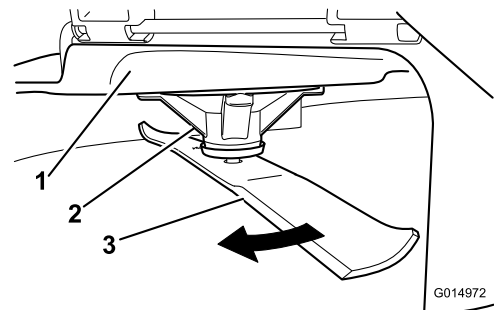

Figura 45
2. Llevando guantes fuertemente acolchados u otro tipo de protección apropiada para las manos, gire la cuchilla a medir lentamente hasta una posición que permita medir eficazmente la distancia entre el filo de corte y la superficie nivelada en la que descansa la máquina (**Figura 45**).